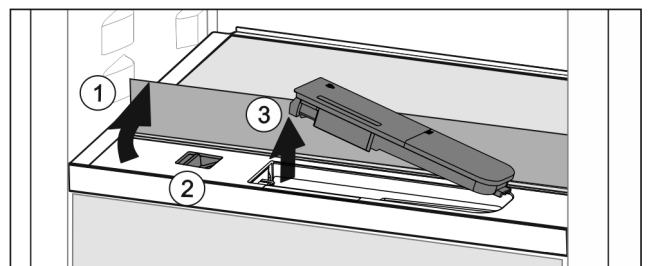

Fig. 35
- ▶ Sollevare il ripiano di vetro e ribaltarlo all'indietro fino all'arresto Fig. 35 (1).
- ▶ Spostare il cursore Fig. 35 (2) a sinistra.
- ▶ Rimuovere il serbatoio dell'acqua Fig. 35 (3).